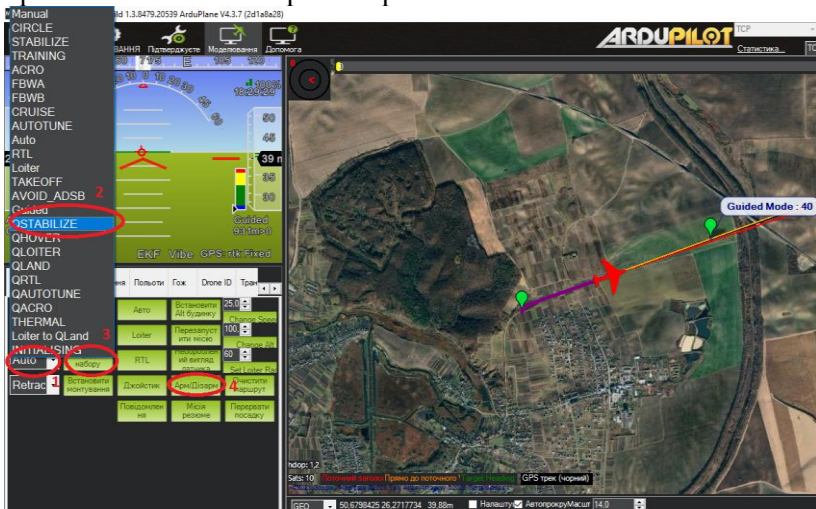

Рис. 7.3. Моделювання зльоту в ArduPilot Mission Planner
3. Перейти в режим «Моделювання» (1 на рис. 7.2). Перемістити базу (2 на рис. 7.2) ближче до земельної ділянки, над якою планувався політ (за замовчуванням у версії 1.3.80 вона знаходиться в Австралії). В списку «Модель» обрати вид безпілотної апарату під керуванням ArduPilot, який планується використовувати – квадрокоптер (3 на рис. 7.3). Лишається завантажити й запустити симулятор для відповідного типу безпілотної апарату – обираємо «мультикоптер» (4 на рис. 7.3) і в діалоговому вікні з запитанням, яку версію симулятора використовувати, відповідаємо «Stable» (стабільну). Зачекати, доки завантажиться і запуститься симулятор.
4. Перейти в режим «Дані». Ліворуч на вкладці «Дії» змінити режим на QSTABILIZE або Stabilize (рис. 7.3), підтвердити зміну натисканням кнопки поряд «Режим набору», натиснути «Арм» (запустити двигуни), після чого клацнути правою кнопкою по карті й обрати «Зліт».